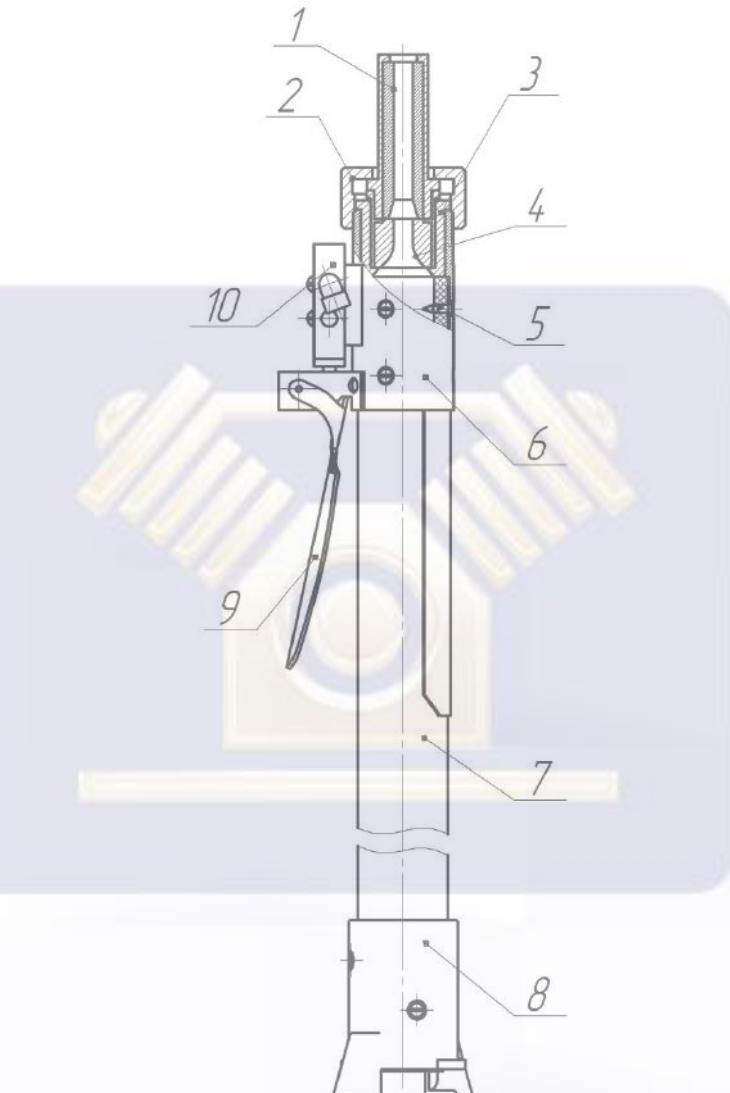
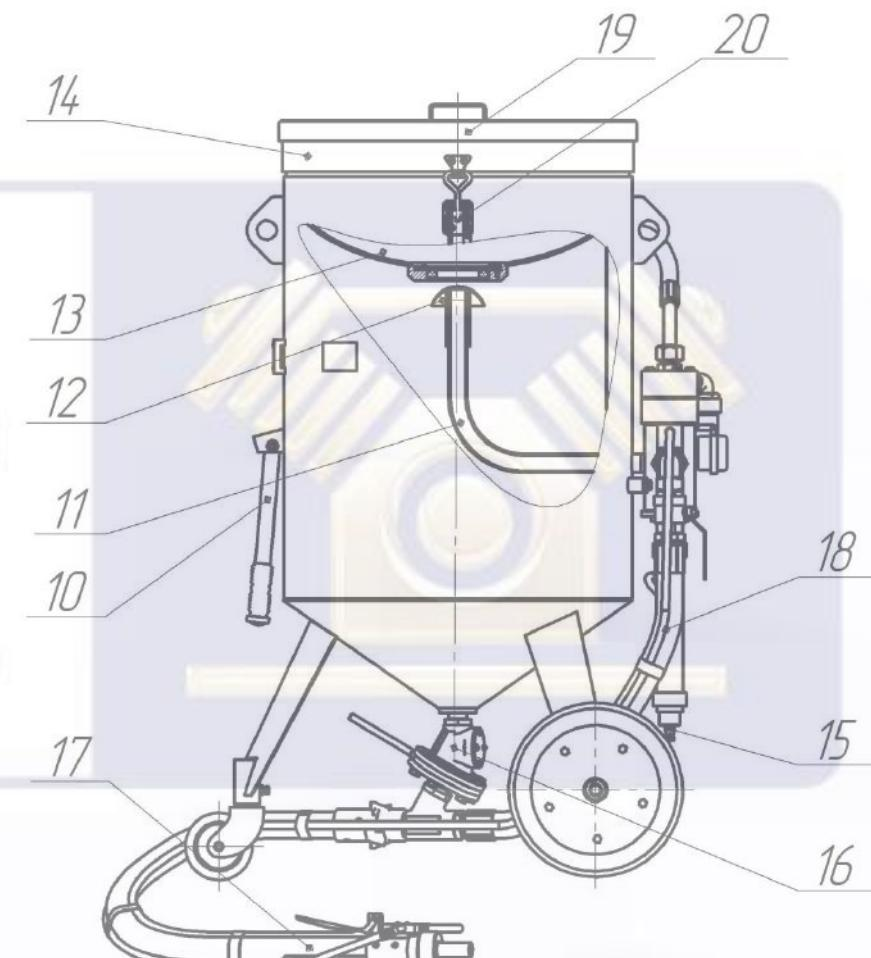
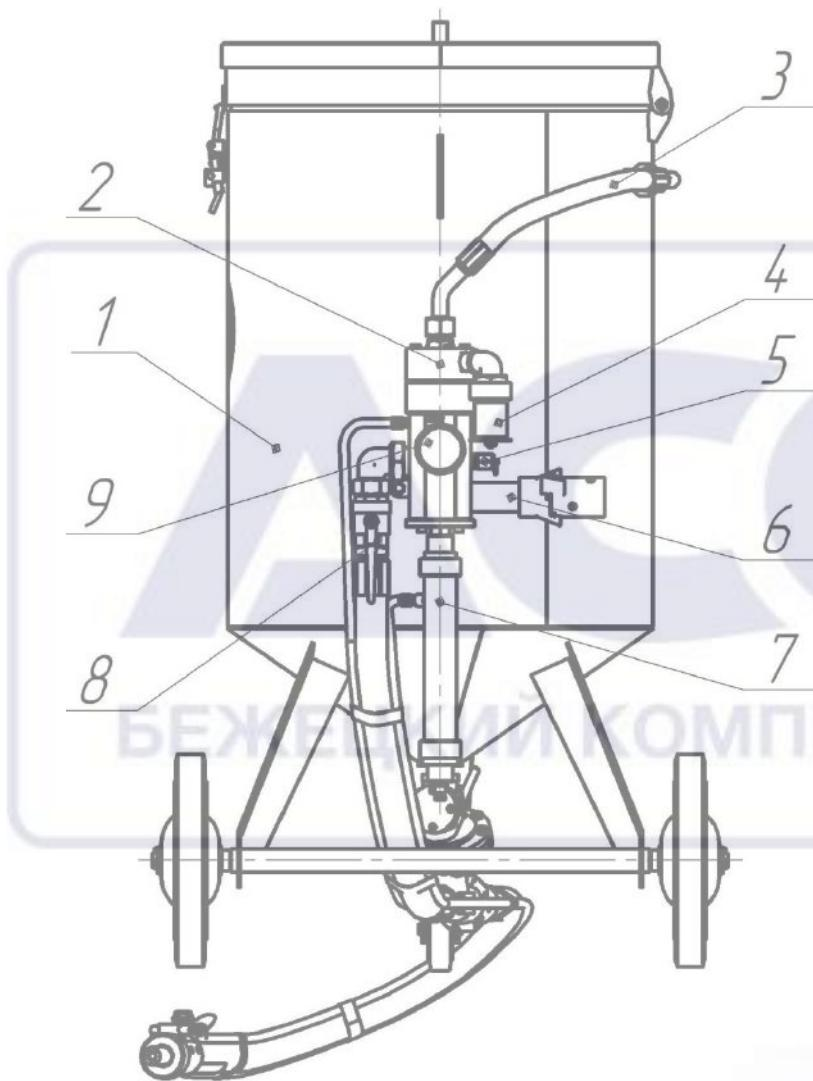

Рисунок 4. Напорный рукав.
Рисунок 2. Аппарат струйной очистки АСО-200.
Рисунок 1. Аппарат струйной очистки АСО-200.
3.1 Аппарат, рис.1, 2 состоит из следующих основных узлов: ресивер 1, загрузочный бункер 13, блок управления 2, дозатор 16, рукав напорный 17, рукава 3, 18.
4.1 Аппарат, рис.1, 2 представляет собой устройство, состоящее из ресивера 1, образующего рабочую камеру аппарата, загрузочного бункера 13 с сеткой 14, дозатора абразива 16, напорного рукава 17 и блока управления 2, обеспечивающего функциональное назначение аппарата.
ВНИМАНИЕ: Ежесменно, по окончании работы, необходимо слить воду из фильтра очистки воздуха 7 (рис. 1,2) через пробку сливную 15, находящийся на днище фильтра.
- 6.10 При незагруженном ресивере подать сжатый воздух в аппарат через патрубок 6 (рис.1). Нажимая на ручку 9 (рис.4) пневмораспределителя 10 убедиться в надежном срабатывании поршней блока управления, клапана загрузки, герметичности соединений рукавов и трубопроводов.
- 6.11 Отпустить ручку 9 (рис.4) и убедиться, что сжатый воздух из ресивера стравился в атмосферу через глушитель 4 (рис.1) и загрузочный клапан 12 (рис.2) опустился вниз, освободив загрузочное отверстие.
7.2 Рычагом дозатора 16 (рис.2) отрегулировать количество подаваемого абразива. Перемещение рычага «влево» - увеличивает подачу абразива, «вправо» - уменьшает подачу.